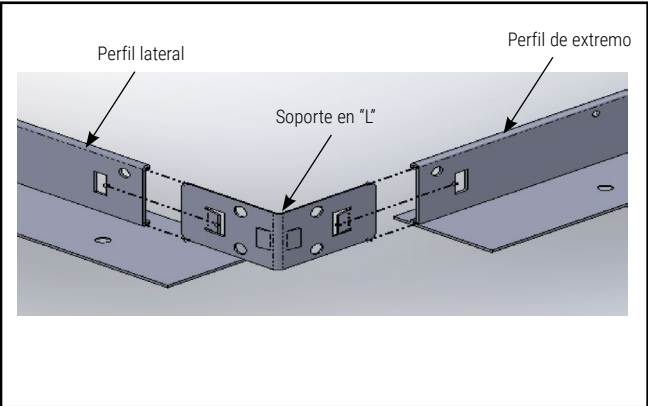

Figura 1.
- 1. Ensamble el marco mediante el uso de los soportes en "L" para unir los perfiles de extremo con los perfiles laterales. (Figura 1)